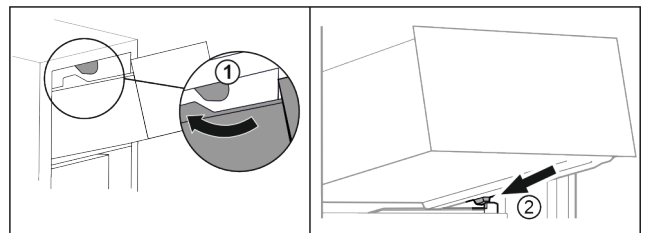

Fig. 16
- ▶ Обвести висувний ящик навколо верхнього стопора Fig. 16 (1).
- ▶ Встановити висувний ящик за нижніми стопорами на ребро для резервуару навскоси Fig. 16 (2).